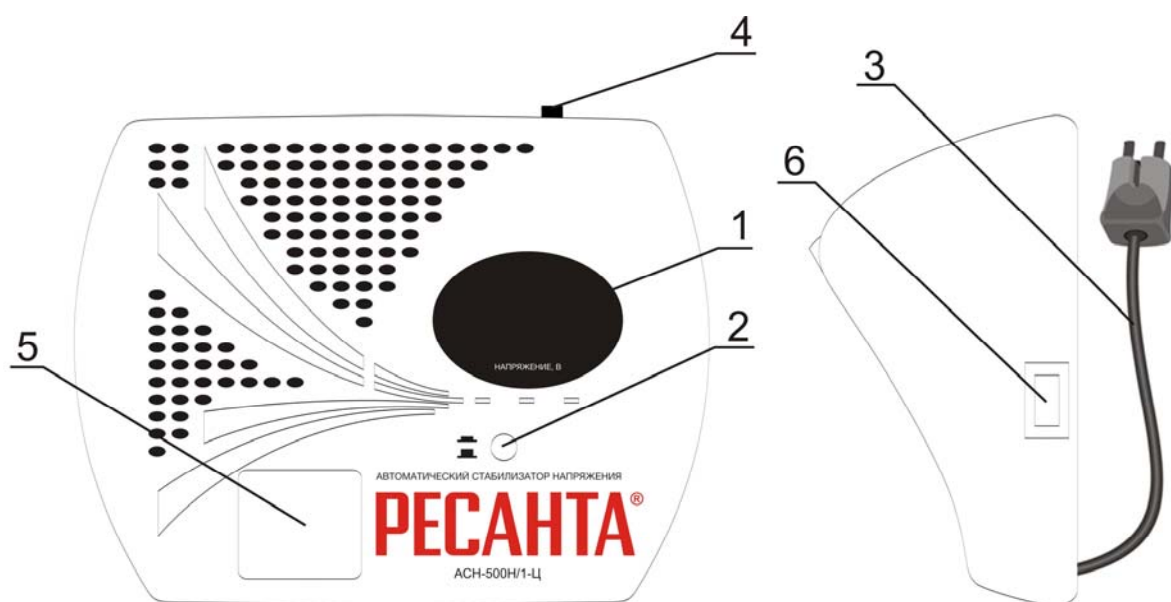

РИС. 2
- Убедиться в том, что выключатель (рис. 2, поз. 6) находится в положении «выкл».
- Перевести выключатель (рис. 2, поз. 6) в положение «вкл» на 10 секунд.
- Дисплей (рис. 2, поз. 1) должен показывать 220 В при работе стабилизатора в штатном режиме.
- Перевести выключатель (рис. 2, поз. 6) в положение «выкл».
- Подключить нагрузку в розетку (рис. 2, поз. 5) стабилизатора.
- Установить выключатель (рис. 2, поз. 6) в положение «вкл». Обратите внимание, что напряжение на нагрузку будет подано с задержкой 3-6 сек.(время, необходимое стабилизатору для подстройки выходного напряжения).
1. Не горит индикатор «сеть»	1. Стабилизатор не подключен к сети. 2. Проверить, включен ли выключатель (рис. 2, поз. 3) 3. Проверить предохранитель (рис. 2, поз. 4)